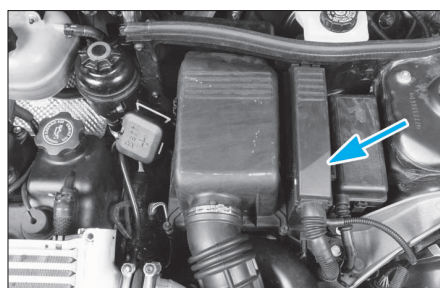

FIG. 38
- Déposer le couvercle de protection sur le calculateur (Fig.38).